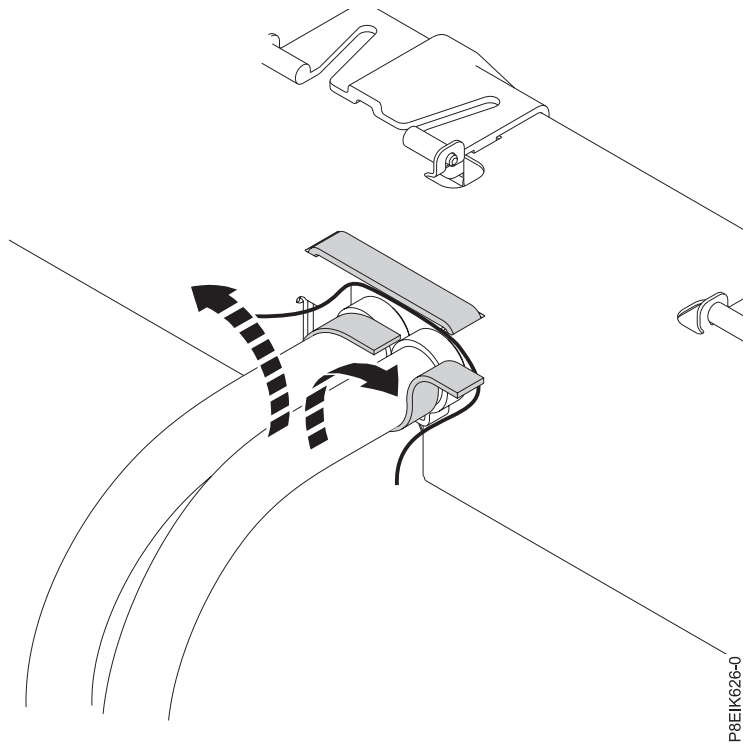

Figure 26. Libération des conduites d'eau du support
3. Une fois toutes les plaques froides fixées à leur GPU ou module processeur, libérez les conduites d'eau de l'attache velcro (voir figure 26, à la page 23).